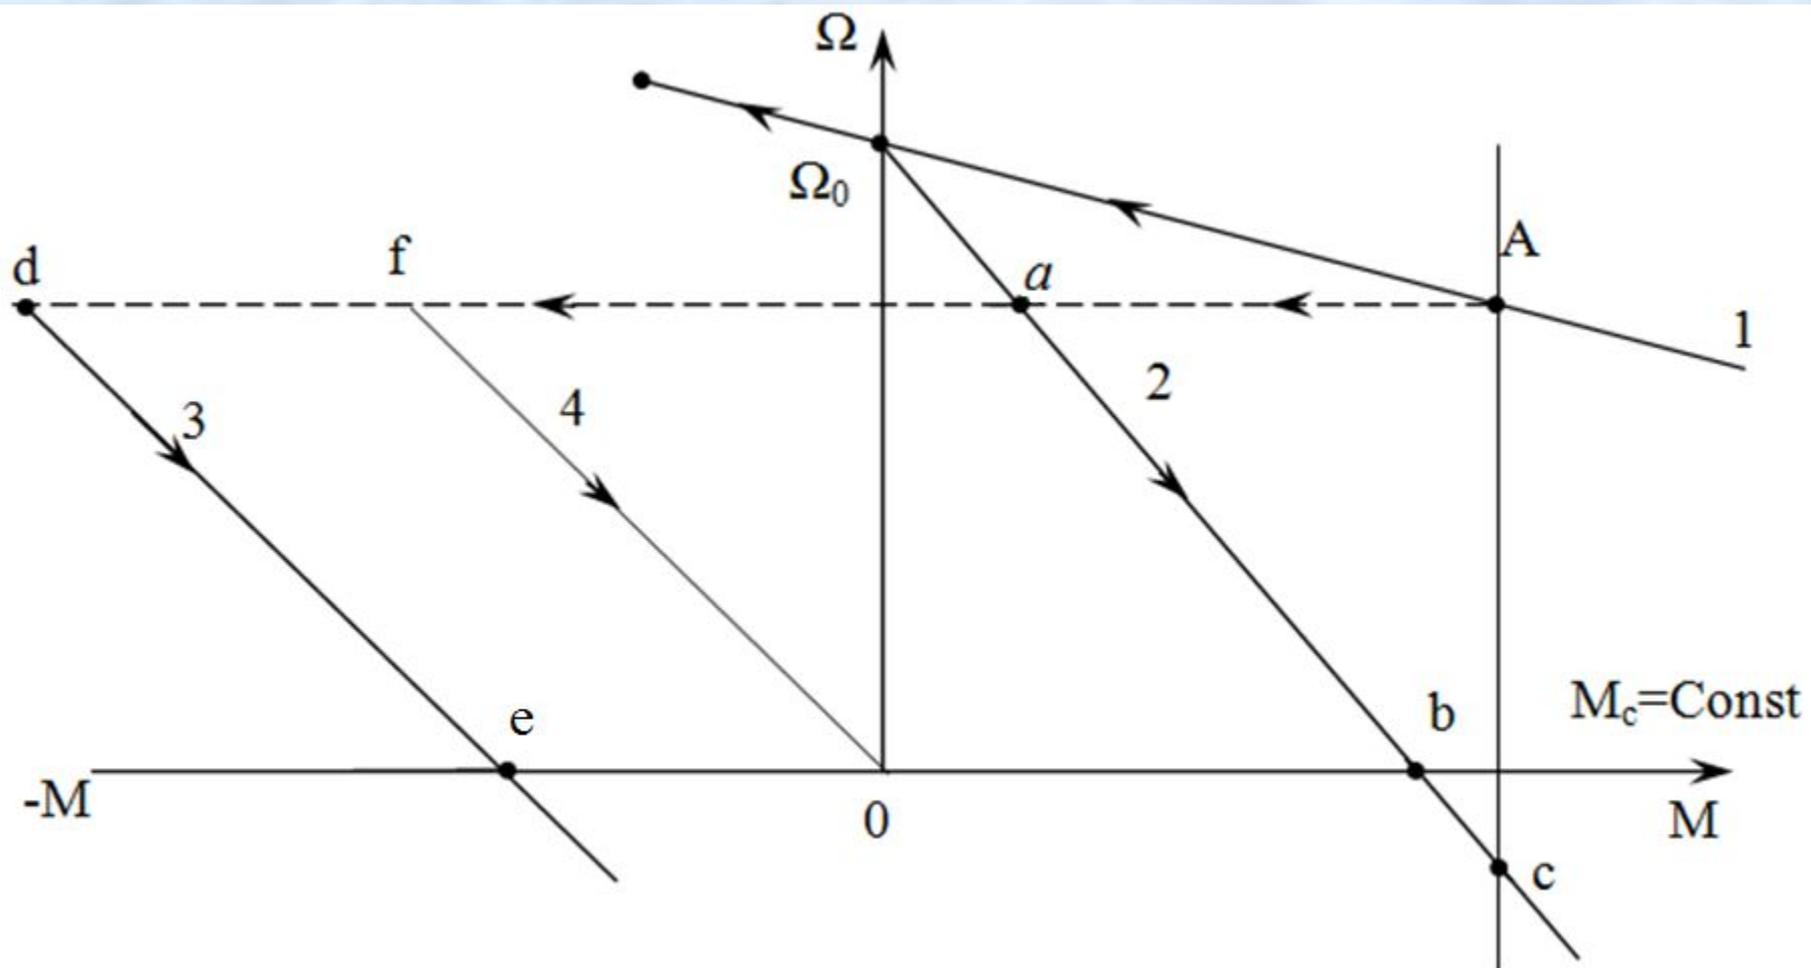

Рисунок 7
$A \rightarrow a \rightarrow b \rightarrow c$ (рис.7) до установившейся скорости спуска в точку c , где $M_T = M_c$ (прямая 2). Уравнение механической характеристики при этом имеет вид, как и для двигательного режима
Если торможение осуществляется изменением полярности на зажимах якоря с одновременным включением резистора R_T , то характеристика изображается прямой (3) на рис. 7.
Так как $U=0$, то уравнение механической характеристики – (прямая 4) на рис.7.
Торможение осуществляется по стрелке $\Lambda \rightarrow f \rightarrow 0$ (рис.7)